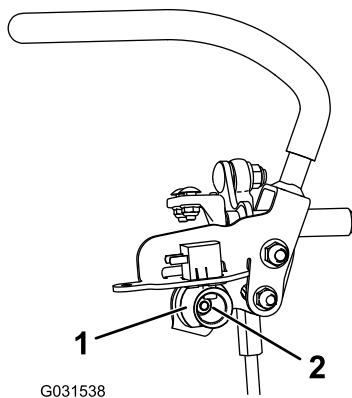

Figura 76
6. Afloje la tuerca que sujeta la leva (Figura 76).